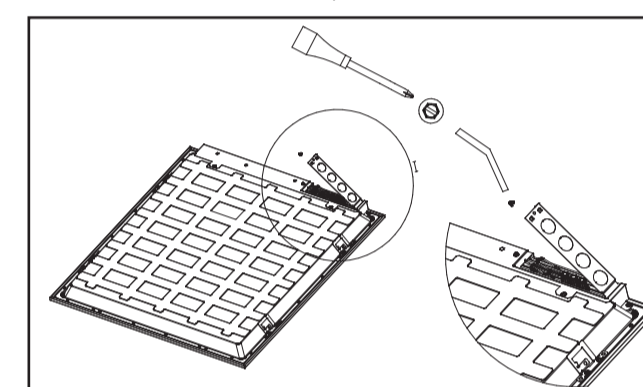

Figure 1.
- À l'arrière de l'appareil, repérez le couvercle de la boîte de jonction et faites-le glisser pour le retirer (voir Fig. 1).